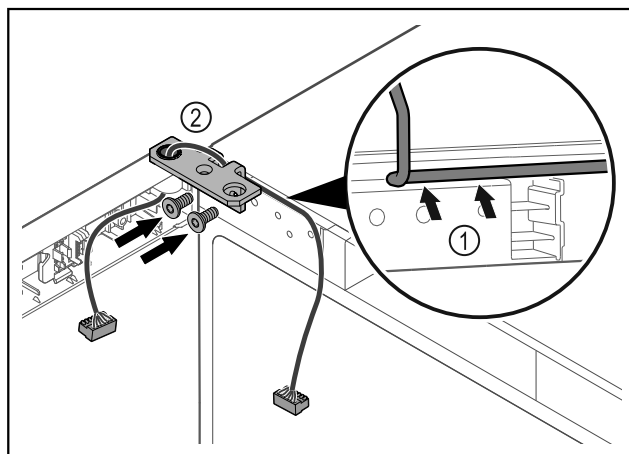

Fig. 42
- Provedite kabel kroz izrez na kutnoj šarki i oprezno ga položite Fig. 42 (1).
- Navrnite kutne šarke Fig. 42 (2).